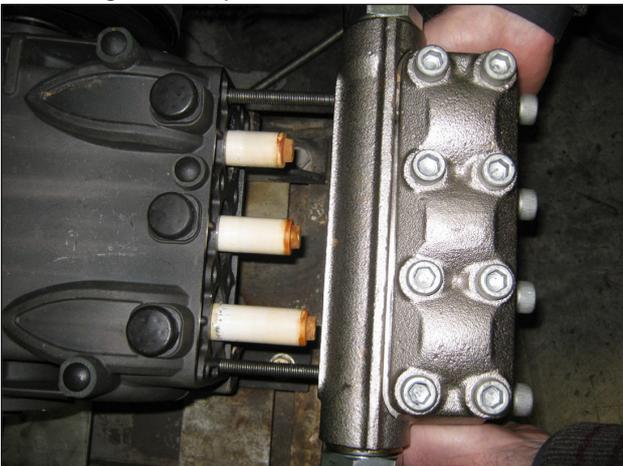

Abb. 29
- Schmieren Sie die Bauteile ②③⑤ mit Silikonfett der Sorte OCILIS Art. 12001600; dieser Vorgang dient als Hilfe beim Setzen der Dichtungslippe am Kolben.
- Mit zwei Wartungsschrauben - Stiften (Art. 27726000), die gemäß (Abb. 29) am Gehäuse befestigt sind, zentrieren Sie den kompletten Kopf nur am mittleren Kolben.